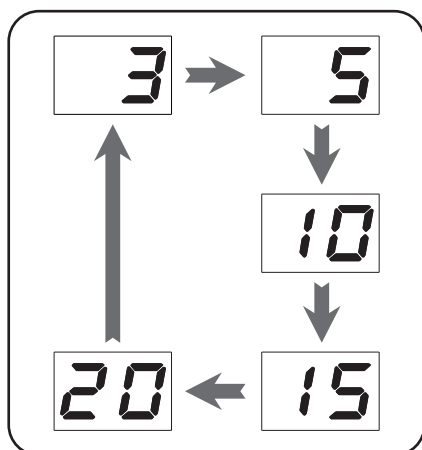

图 8（高光模式时间循环显示）
- 高光模式 (H1、H2、H3) 时间循环选择，如图 8 所示。